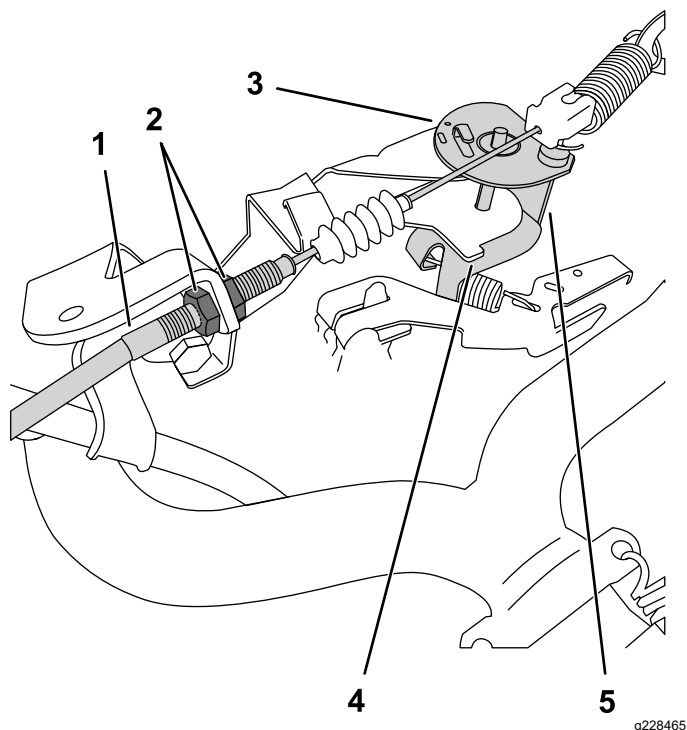

Figura 38
3. En el cable del acelerador, afloje la contratuerca delantera y apriete la contratuerca trasera para aumentar el ralentí bajo (Figura 38).